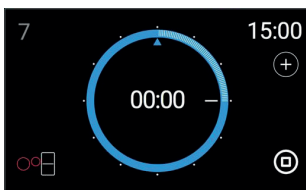

Abb. 7
müssen Sie auf das Icon \oplus (Abb. 7) drücken, das dann blau aufleuchtet. Wenn Sie den Finger anheben, öffnet sich am unteren Rand nach oben hin die Option „Tonsignal hinzufügen“. Sie können für eine Platte mehrere Signale hinzufügen. Das „Tonsignal“ wird innerhalb des Zeitrings mit einem kleinen blauen Dreieck eingezeichnet. Die Tonsignale können jederzeit geändert werden.
- 2 Um ein „Tonsignal“ zu entfernen, müssen Sie das blaue Dreieck (Abb. 7) auf die Stellung 00:00 des Zeitrings schieben.